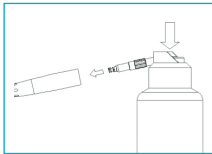

Fig. 9-2
- Gebruik een smeervloeistof die is gespecificeerd en aanbevolen om het medische apparaat schoon te maken, en smeer het kopsysteem: breng het sproei-inzetstuk aan in de buis van de spuitbus en plaats vervolgens het sproeistuk in het kopsysteem (Fig. 9-2), en druk de sproeiknop gedurende 2-3 seconden in tot de smeervloeistof tevoorschijn komt uit de kop.